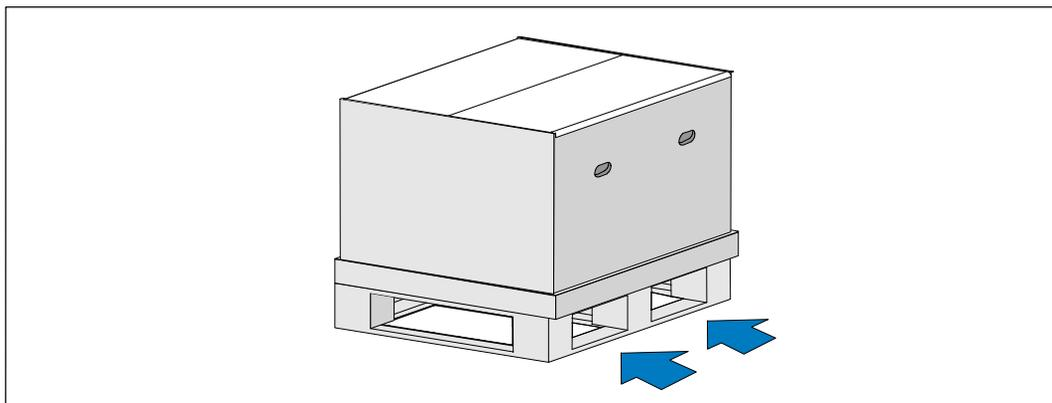

图 3. 将运输箱从托盘上搬走
- 1 使用叉车或液压车将运输箱和托盘移动到您将要安装 UPS 的地方附近（见图 3）。